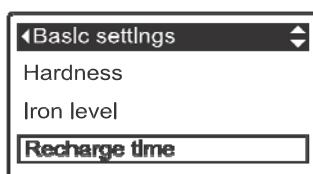

РИС. 35
3. Нажать кнопку ВЫБОР (O) для отображения меню Базовые установки (См. Рисунок 35).
7. Нажать кнопку ВЫБРАТЬ (O). Дисплей вернется обратно в меню Базовые установки (Рисунок 35).